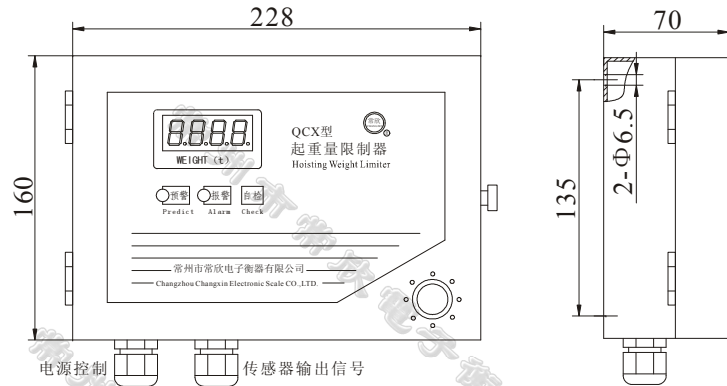

图 3
(1) 打开仪表盒，用 2 只 M6 螺钉把仪表固定在司机室中便于观察的位置上。安装要牢固，如果司机室振动过于强烈，应采取适当的防振措施。电气控制箱的外形尺寸见图 3。